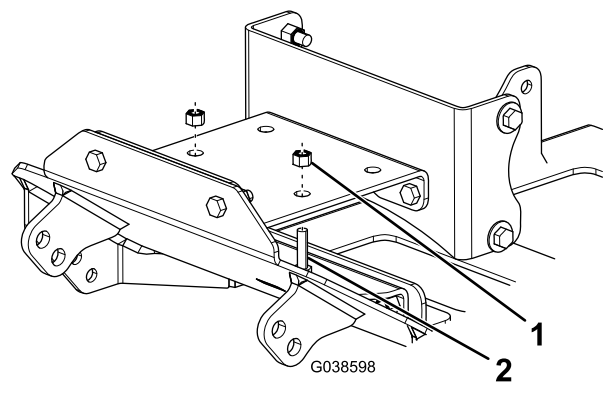

Figure 5
7. Fixez le support de treuil avant au pare-chocs du véhicule à l'aide de 2 boulons (5/16 po) et 2 contre-écrous (5/16 po), comme montré à la Figure 5.